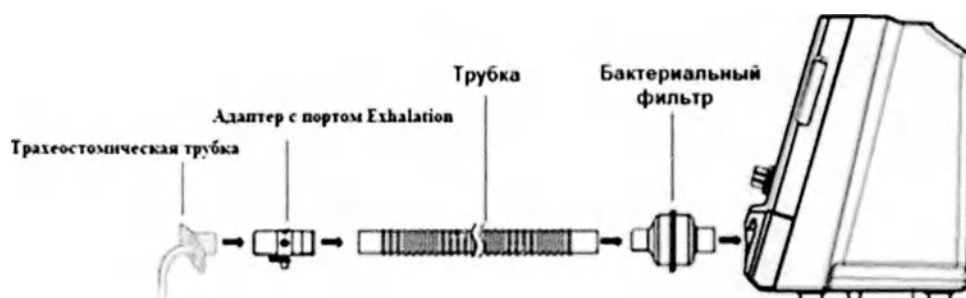

Рисунок 47- Сборка комплекта с трахеостомической трубкой
3. Подсоедините прямой соединитель адаптера с портом Exhalation к дыхательной трубке, а затем - к трахеостомической* трубке, как показано на Рис. 47